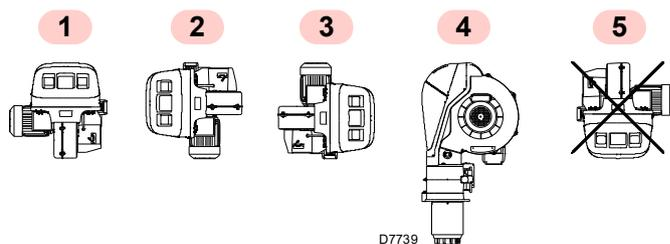

Fig. 11
- Il bruciatore è predisposto esclusivamente per il funzionamento nelle posizioni **1, 2, 3 e 4** (Fig. 11).